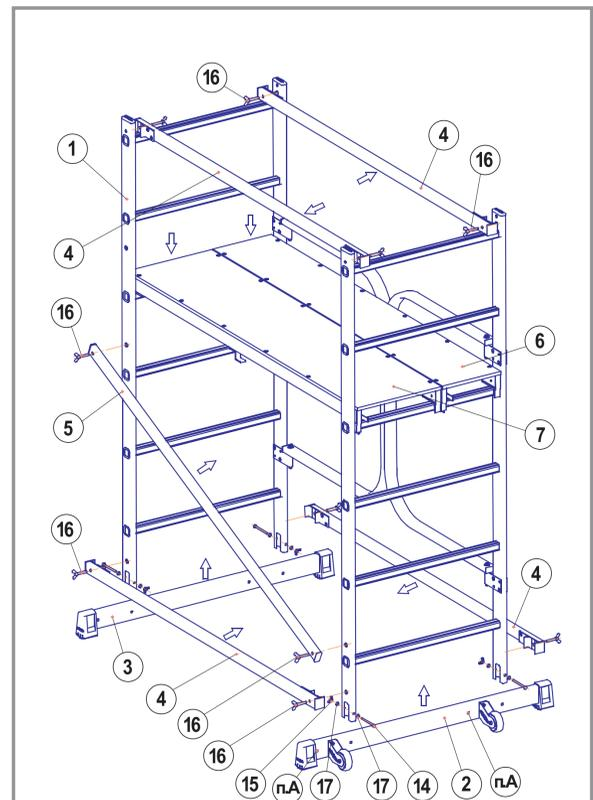

РИС. 1.
**2.1.** ВСКРОЙТЕ УПАКОВКУ ПОДМОСТЕЙ И РАЗЛОЖИТЕ КОМПЛЕКТУЮЩИЕ НА ТВЕРДОЙ РОВНОЙ ПОВЕРХНОСТИ ПОДМОСТЕЙ СОГЛАСНО ПЕРЕЧНЮ И **РИС. 1**.
**2.3.** ВОЗЬМИТЕ ОПОРУ **ПОЗ. 3** И ОПОРУ КОЛЕСНУЮ **ПОЗ. 2** И СОРИЕНТИРУЙТЕ ИХ ПО **РИС. 1**. ВСТАВЬТЕ ОПОРЫ В ПАЗЫ СЕКЦИЙ СООСНО ОТВЕРСТИЯМ В СЕКЦИЯХ И ЗАФИКСИРУЙТЕ ИХ ПРИ ПОМОЩИ БОЛТОВ, ГАЕК БАРАШКОВЫХ И ШАЙБ — **ПОЗ. 14, ПОЗ. 15, ПОЗ. 17**.
**ОПОРЫ ИМЕЮТ ДОПОЛНИТЕЛЬНЫЕ ОТВЕРСТИЯ ДЛЯ РАБОТЫ НА ПОДМОСТЯХ ВПЛОТНУЮ К СТЕНЕ. ОПОРЫ ТАКЖЕ ВОЗМОЖНО МЕНЯТЬ МЕСТАМИ, НО ПРИ ЭТОМ КОЛЕСА ДОЛЖНЫ БЫТЬ ОРИЕНТИРОВАННЫ НА ВНЕШНЮЮ СТОРОНУ ПОДМОСТЕЙ — **РИС. 1**.**
**2.4.** ВОЗЬМИТЕ СТЯЖКИ **ПОЗ. 4** И СОРИЕНТИРУЙТЕ ИХ ПО **РИС. 1**. ЗАФИКСИРУЙТЕ ВЕРХНИЕ И НИЖНИЕ СТЯЖКИ ПРИ ПОМОЩИ БАРАШКОВЫХ ВИНТОВ **ПОЗ. 16**.